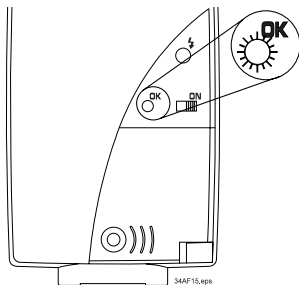

Fig. 4: esposizione o.k. e portata max.
4.3 Indicazione di corretta esposizione (vedi fig. 4)